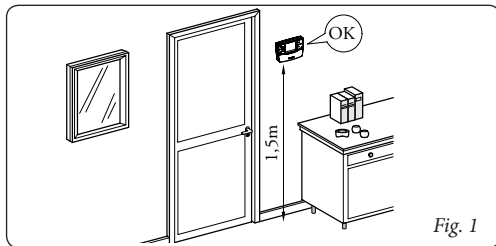

Fig. 1
1) Separare la dima di fissaggio dal corpo del CAR ^{V2} facendo leva con un cacciavite nell'apposito incasso (Fig. 3). Installare il CAR ^{V2} lontano da fonti di calore e in posizioni idonee a rilevare correttamente la temperatura ambiente (Fig. 1 e 2).